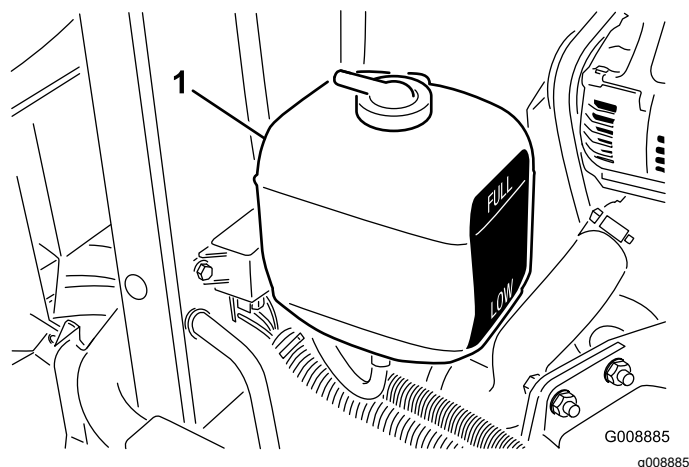

Figura 29
1. Controllate il livello del refrigerante nel serbatoio di espansione (Figura 29). A motore freddo il livello del refrigerante deve essere a metà circa tra i segni riportati sul fianco del serbatoio.